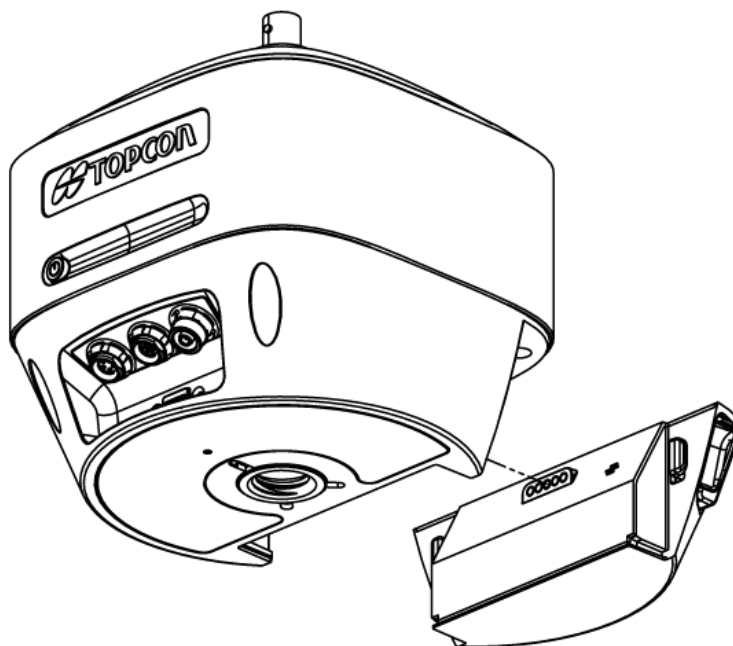

Рис. 10: Установка внешнего аккумулятора на HiPer HR
1. Аккуратно возьмите аккумулятор и установите его нижней стороной в нижнюю часть аккумуляторного отсека (Рис. 10).